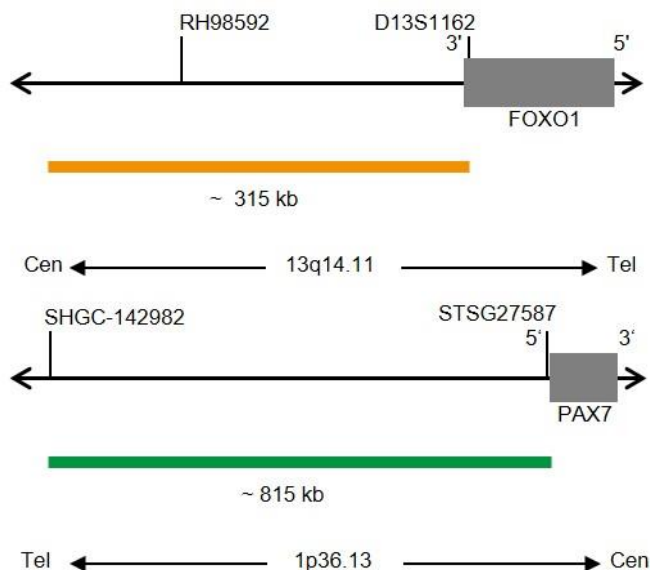

Abb. 1: Oben: SPEC FOXO1 Sondenlokalisation; Unten: SPEC PAX7 Sondenlokalisation (nicht maßstabsgetreu)
- ZyOrange (Anregung 547 nm/Emission 572 nm) markierten Polynukleotiden (~4,5 ng/μl), die gegen Sequenzen in 13q14.11* (chr13:40,816,168-41,132,595) gerichtet sind, welche proximal zur FOXO1-Bruchpunktregion lokalisiert sind (siehe Abb. 1).
- ZyGreen (Anregung 503 nm/Emission 528 nm) markierten Polynukleotiden (~10 ng/μl), die gegen Sequenzen in 1p36.13* (chr1:18,139,970-18,956,785) gerichtet sind, welche distal zur PAX7-Bruchpunktregion lokalisiert sind (siehe Abb. 1).